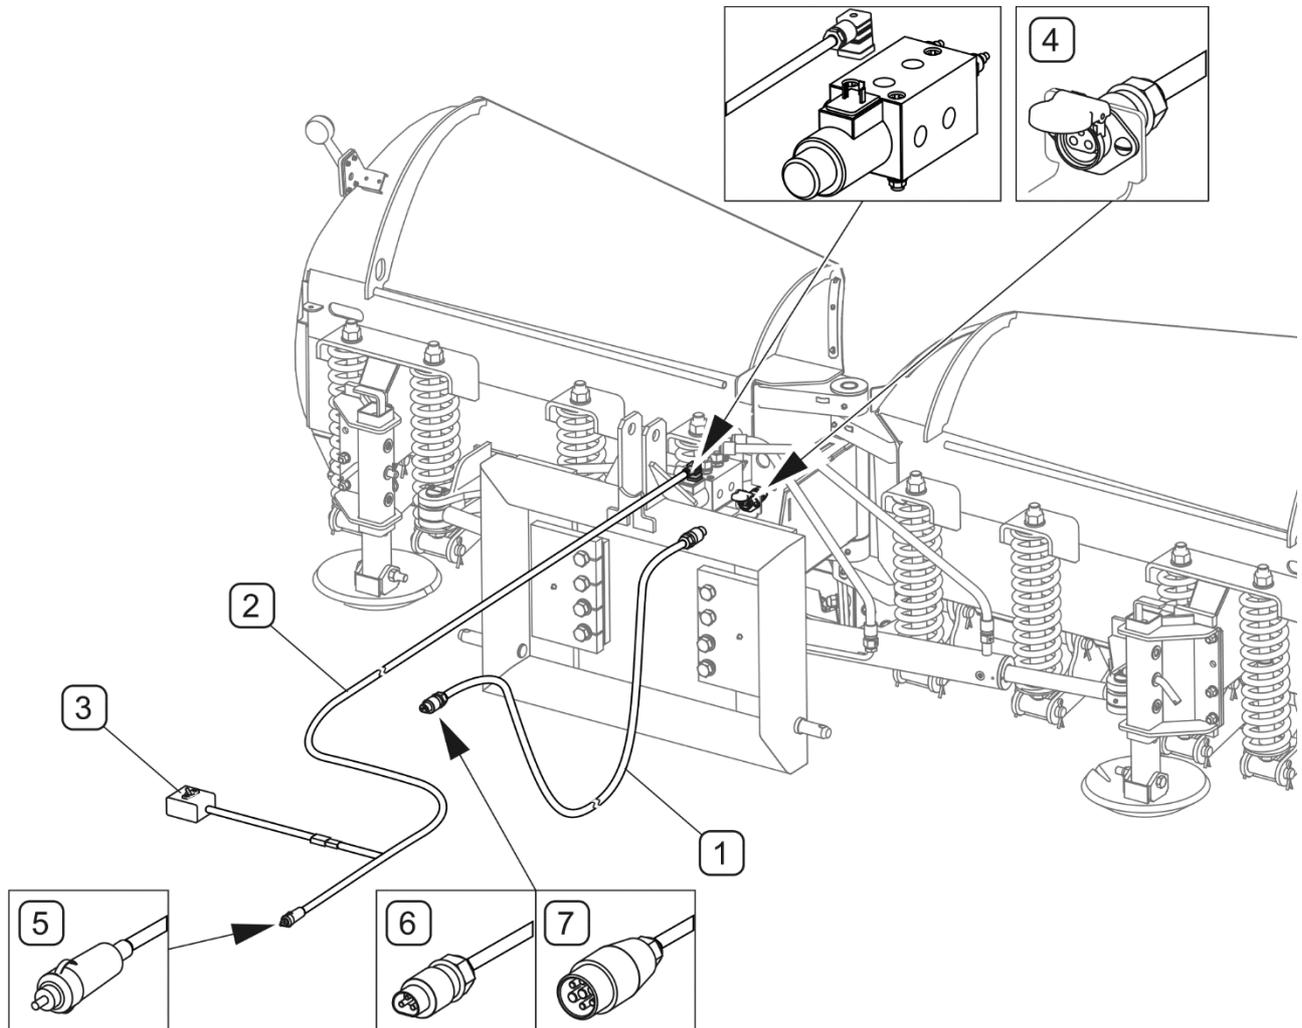

ABBILDUNG 4.3 Anschließen der Elektroinstallation
(1) - Anschlussleitung der Beleuchtung; (2) - Leitung zur Steuerung des hydraulischen Magnetventils; (3) - Schalter zur Steuerung des hydraulischen Magnetventils; (4) - 3-polige; (5) - Stecker für Anschluss an die Bordspannungssteckdose; (6) - 3-poliger Anschlussstecker; (7) - 7-poliger Anschlussstecker (Option)
Das Ende mit dem 3-poligen Stecker (6) der Anschlussleitung (1) an die Beleuchtung (ABBILDUNG 4.3) an die 3-polige Steckdose (4) am Rahmen des Pflugs und das andere Ende an die 3-polige (oder je nach Ausführungsvariante 7-polige) Steckdose am Trägerfahrzeug anschließen. Die Leitung (2) an das Magnetventil des Pflugs und an die Bordspannungssteckdose des Trägerfahrzeugs anschließen. Den Schalter (3) an einem leicht zugänglichen Ort in der Fahrerkabine anbringen.